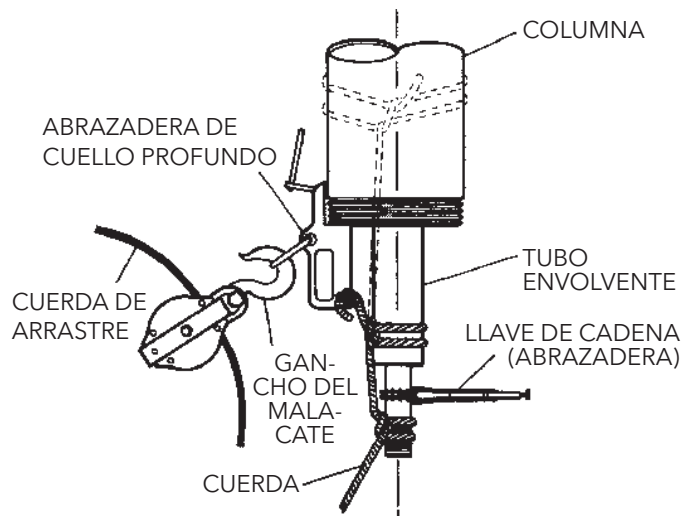

Figura 8
1. Inserte las secciones del tubo (654) y del eje (646) en la sección de la columna.
2. Ponga una abrazadera de izaje justo debajo del extremo superior de la columna y empálmela firmemente contra el acoplamiento del tubo de la columna (645). Para columnas con bridas, ponga la abrazadera de izaje justo debajo de la brida.
3. Ponga una eslinga al gancho del malacate. Ate el extremo inferior del eje (646) a la columna (644) por medio de una cuerda sujeta a la abrazadera de cuello profundo fijada al extremo inferior de la columna. (ver Figura 8). Coloque un ballestingue o doble medio-nudo alrededor del tubo envolvente y luego alrededor del eje en el área de la rosca. La Figura 8 muestra también el método alterno (líneas punteadas).